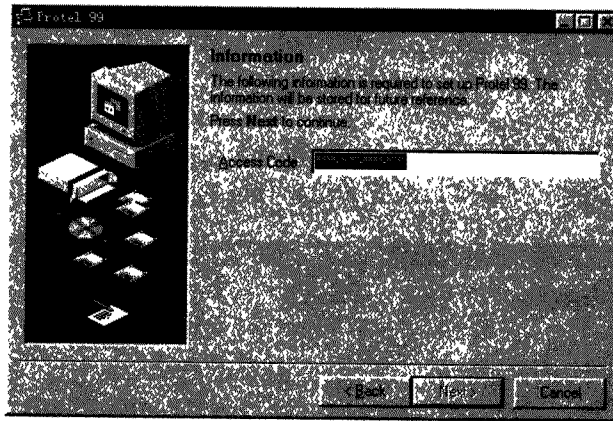

图 1-2 Protel 99 序列码对话框
2) 接着单击 Next 按钮, 你就会看见一个对话框, 该对话框要求你输入 Protel 99 序列码, 如图 1-2 所示。